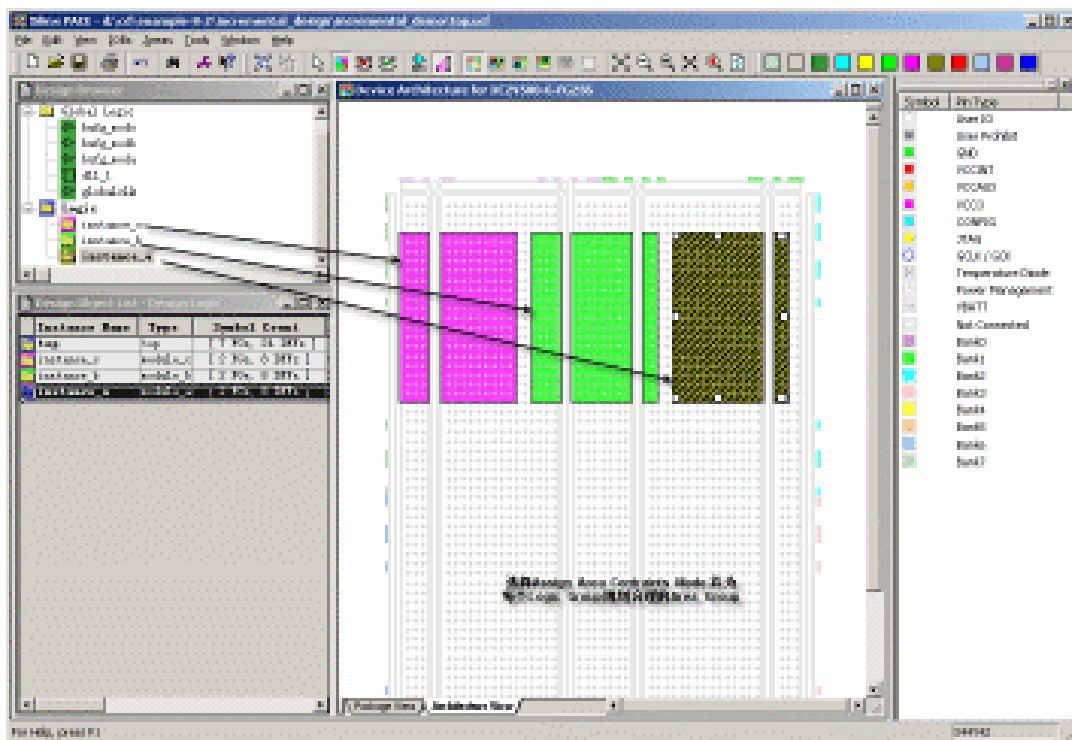

图8-33 规划位置区域约束
- (3) 在设计浏览 (Design Browser) 窗口展开逻辑 (Logic) 项目，选中某个 Logic Group，然后在中间的结构视图 (Architectute View) 页面规划位置分组区域。区域规划后可以选择彩色高亮标注，如图 8-33 所示。